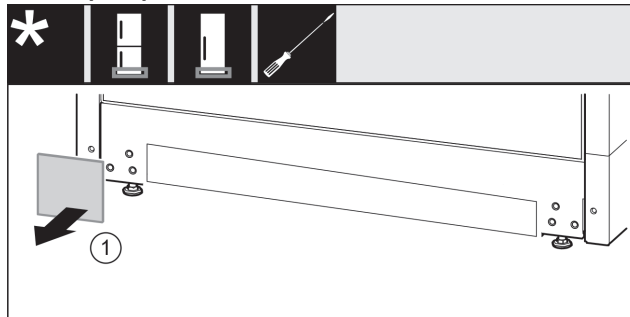

Fig. 15
- ▶ Зніміть кришку. Fig. 15 (1)